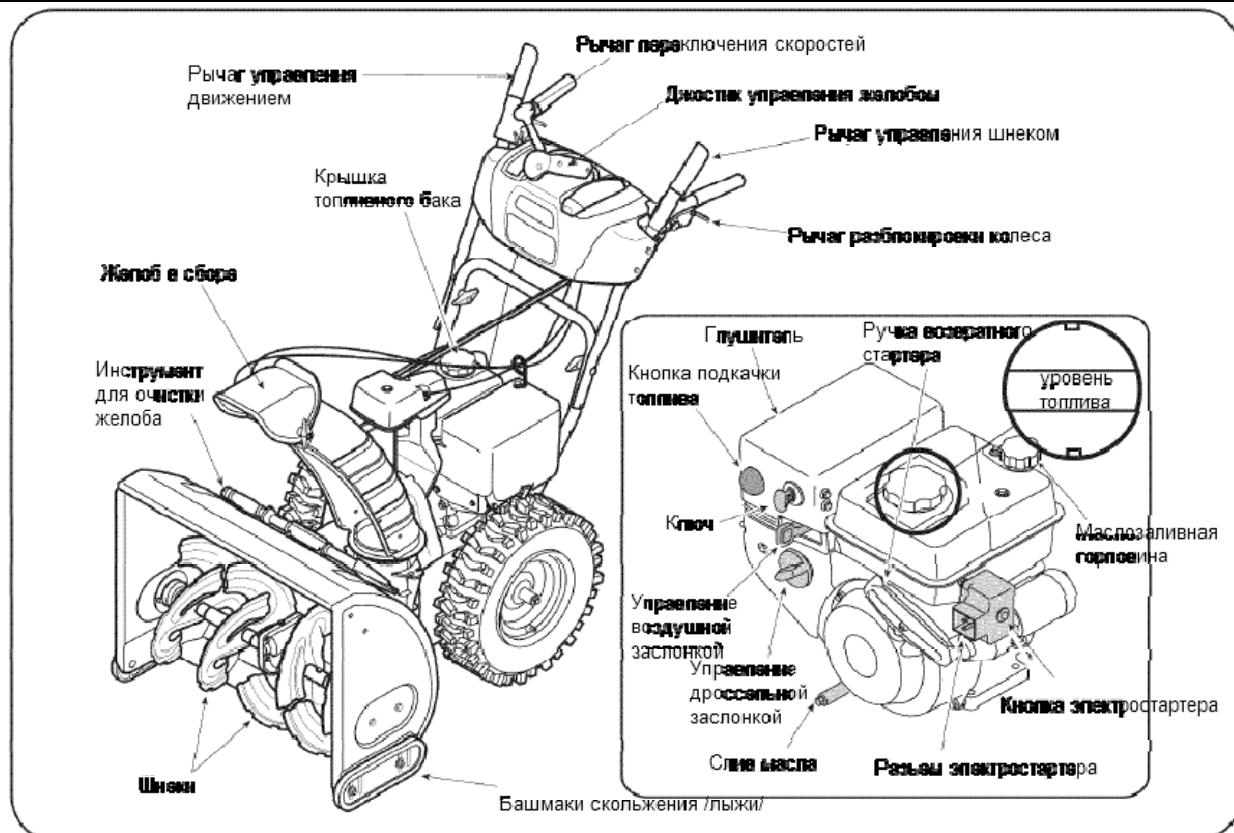

Рис. 15
Теперь, когда Вы приготовили снегоочиститель к эксплуатации, важно изучить систему его управления. (См. Рис. 15).
2. Индикатор уровня горючего расположен в топливном баке см. дополнительную вставку на Рис. 15. Наполняйте бак до тех пор, пока уровень топлива не дойдет до уровня индикатора, оставляя место для расширения топлива при нагреве.